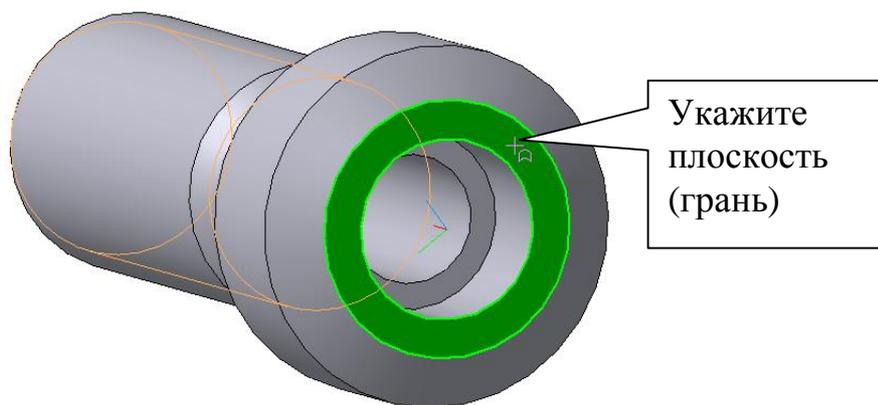
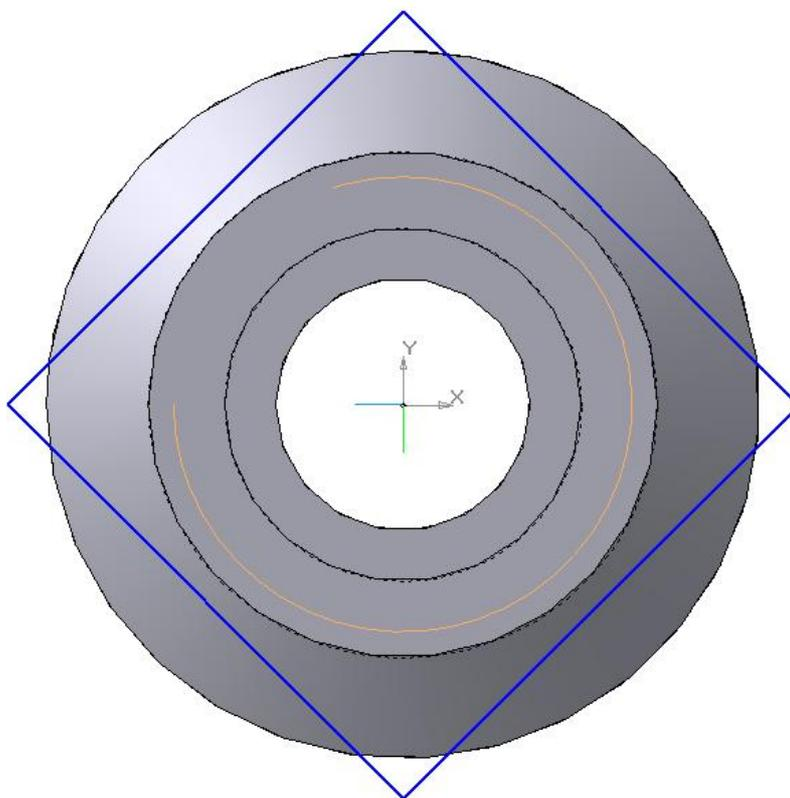

Рис. 99
Рис. 100
3. Для выполнения призматической поверхности укажите курсором правую торцевую плоскость, рис. 99, ориентация – *Нормально к...*, рис. 100.
Нажатием кнопки **Эскиз**  перейдите в режим редактирования эскиза и постройте квадрат по вписанной окружности радиусом 11 мм и углом 45°, рис. 100.